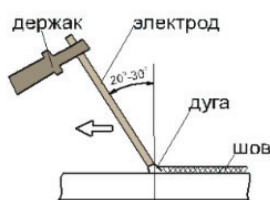

Рис. 2
- После зажигания дуги старайтесь сохранять расстояние между рабочей поверхностью (вашей деталью) и электродом, приблизительно равное диаметру самого электрода, примерно 3 – 5 мм. Необходимо соблюдать это расстояние постоянно во время сварки. Угол наклона электрода от вертикальной оси должен быть от 20 до 30° (рис. 2).